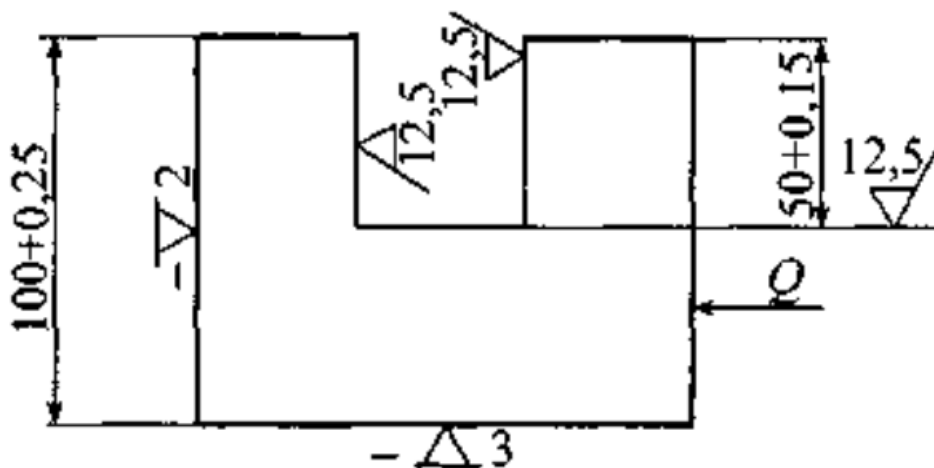

Рис. 3.
7. Определите погрешность базирования (ϵ_{650}) при фрезеровании паза (Рис.3).